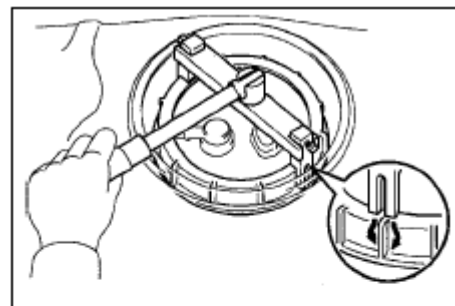

Рис. 47
4. Демонтируйте блок топливного насоса с фильтром (см. Рис. 47).